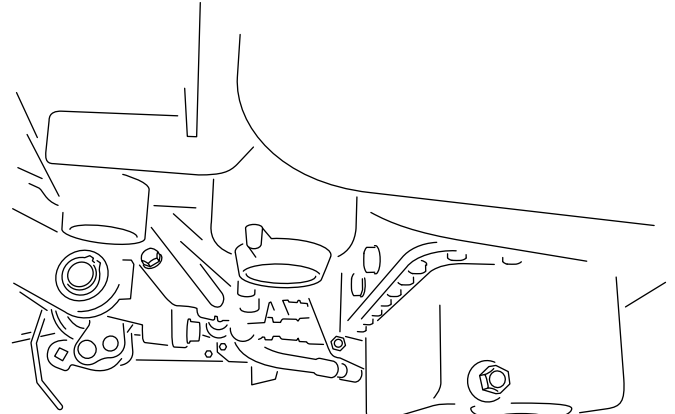

图42
1. 拆下排油塞，让油流入放油盘。油不再流时，安装排油塞（图42）。